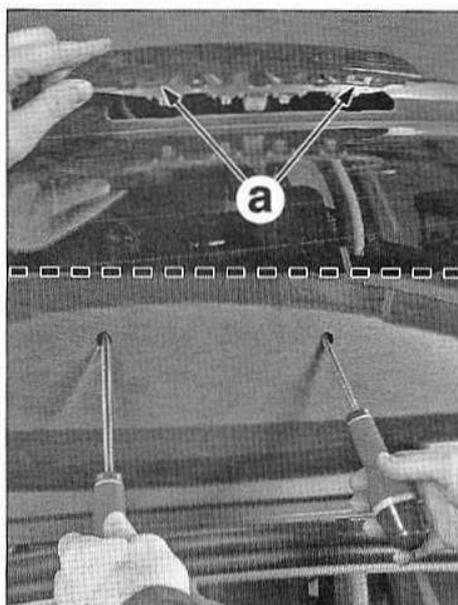

FIG.58
- A l'aide de tournevis plat inséré dans les orifices, dégrafer le 3^e feu stop en (a) (Fig.58).